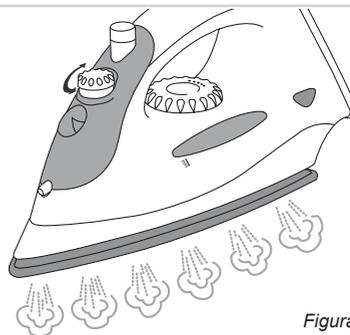

Figura 4
- Regolare l'intensità di vapore desiderata con l'ausilio dell'apposita manopola (vedere la figura 4).
- È possibile utilizzare la funzione di vapore tiro con tutte le temperature cambiando il pulsante di selezione (6), il '  ' la posizione e quindi premere.